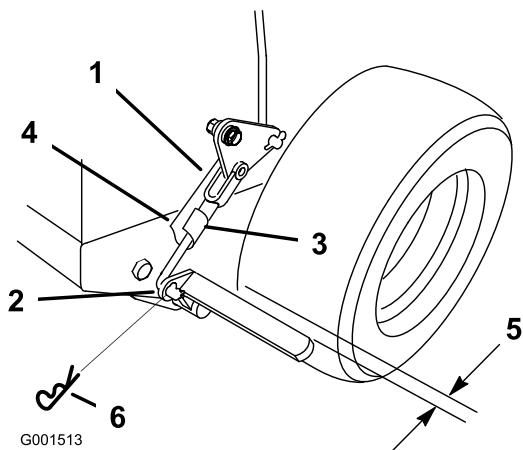

Figure 42
3. Enlevez la goupille fendue élastique de la biellette de frein inférieure (Figure 42).
4. Tournez la biellette de frein inférieure dans le sens horaire dans la chape pour serrer le frein de stationnement ; tournez la biellette de frein dans le sens anti-horaire hors de la chape pour desserrer le frein de stationnement (Figure 42).
**Remarque:** Il doit exister un écart d'environ 6,35 mm entre le pneu et la barre plate lorsque le frein de stationnement est desserré (Figure 42).
5. Fixez la biellette inférieure au levier de frein inférieur avec la goupille fendue et l'axe de chape (Figure 42).